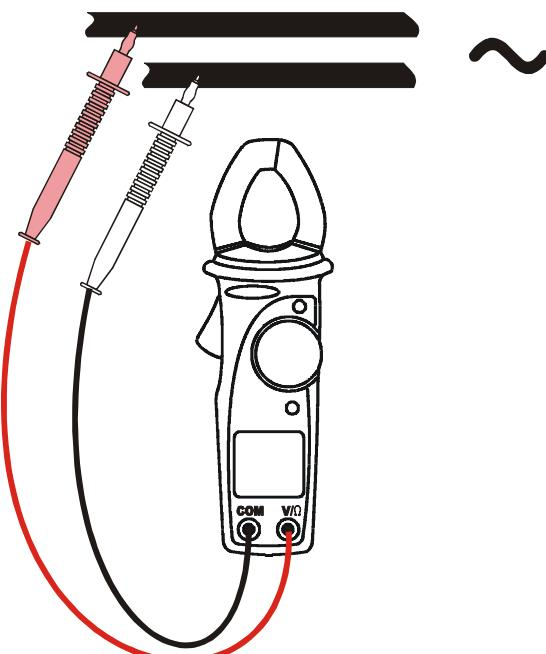

Fig. 4: Uso del instrumento ne la medida de tensión CA.
2. Inserte el cable rojo en el terminal de entrada V/Ω y el cable negro en el terminal de entrada COM, como visualizado en Fig. 4.